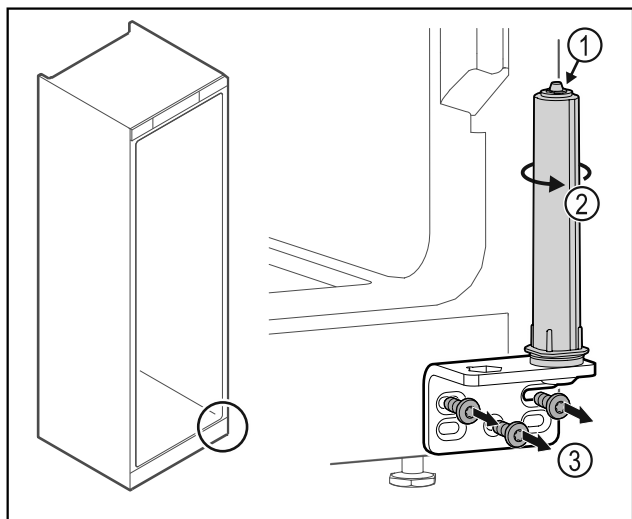

Fig. 46
- ▶ Ne szedje szét az ajtó zárrendszerét Fig. 46 (1).
- ▶ Forgassa el a zárrendszert Fig. 46 (2), amíg az be nem kattann.
- ▶ Csavarozza le a csuklópántot Fig. 46 (3).